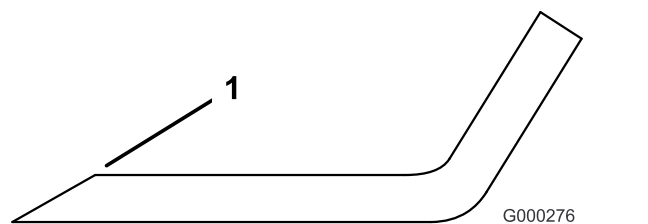

Figura 132
3. Esaminate l'affilatura di tutte le lame e affilate se risultano smussate o scheggiate (Figura 132).
Nota: Affilate soltanto la parte superiore del tagliente e mantenete l'angolo di taglio originale per garantire l'affilatura (Figura 132). La lama resta bilanciata soltanto se viene rimossa una quantità uguale di metallo da entrambi i taglienti.